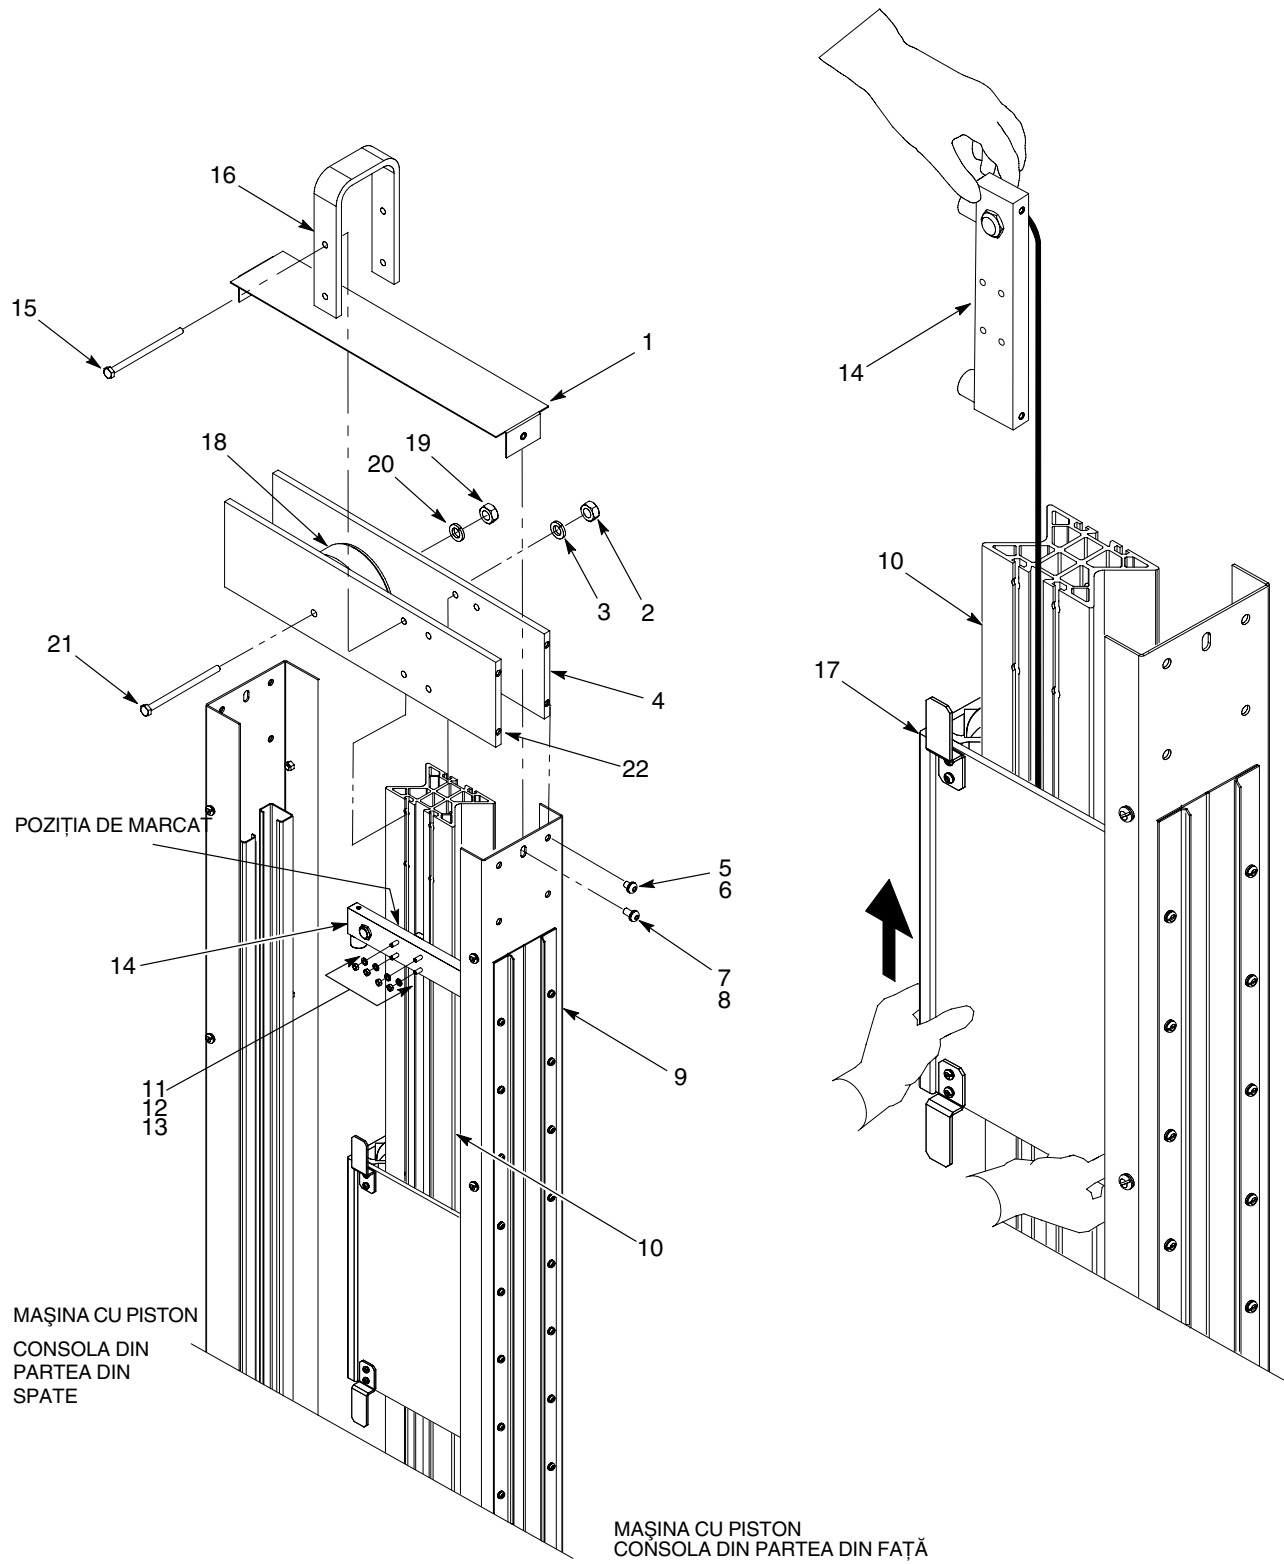

Figura 15 Demontarea ansamblului căruciorului pistonului
1. A se vedea Figura 15. Îndepărtați cureaua (18) de la roata de transmisie din partea superioară (19)
2. Demontați șuruburile (7) și șaibele de blocare (8) care fixează capacul superior (1) la mașina cu piston (9).
3. Demontați piulița (19), șaiba de blocare (20) și șurubul (21) care fixează roata de transmisie (18) de plăcile laterale din partea superioară (4, 22). Scoateți ansamblul roții de transmisie din mașina cu piston (9).
4. Demontați șuruburile (5) și șaibele de blocare (6) care fixează plăcile laterale (4, 22) din partea superioară și cea inferioară a mașinii cu piston (9).
5. Demontați cele două șuruburi (15), șaibele de blocare (3) și piulițele (2) care fixează consola de ridicare în formă de U (16) de calea de rulare a căruciorului pistolului (10). La acest moment, nu demontați cele două șuruburi (15) care fixează plăcile laterale (4, 22) din partea superioară.